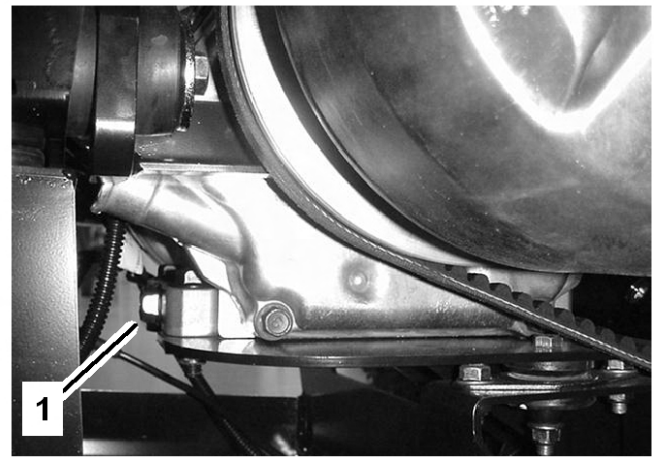

Figure 35
5. Retirez le bouchon de vidange (Figure 35) et laissez couler l'huile dans un bac de vidange. Lorsque toute l'huile s'est écoulée, remettez le bouchon de vidange et serrez-le à 17,6 Nm.